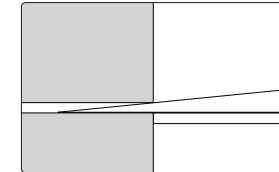

Abb.5
- Führen Sie die Kegellehre in den Spalt des zu messenden Werkstücks ein und stellen Sie sicher, dass die Messfläche und die Oberfläche des Werkstücks vollständig übereinstimmen (Abb.5).